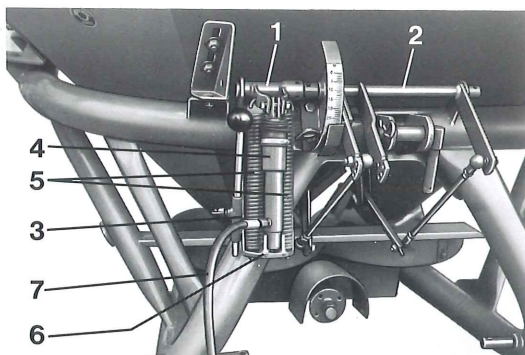

fig 9
4.2.1.1 Fest koblingsdelen (fig 9/1) på den høyre akseldelen ved hjelp av de medleverte stifter.
4.2.1.2 Skyv konsollen (fig 9/3) på koblingedelen og skru fast konsollen i rammen med 2. M 10 x 16 skruer.
4.2.1.3 Skru fast hydrauliksyylinderen (fig 9/4) i koblingsdelen (fig 9/1).
4.2.1.4 Fest fjærene (fig 9/5) i koblingsstykket (fig 9/1).